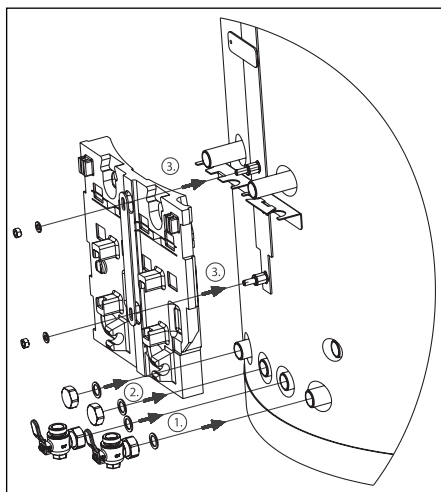

Fig. 9 Montaggio valvole a sfera e isolamento circuiti di riscaldamento
- Collegare con guarnizioni le valvole a sfera G1 al lato destro del serbatoio (Fig. 9 punto 1)
- Collegare i tubi corrugati metallici di lunghezza  $L=40$  mm con le guarnizioni al gruppo del circuito di riscaldamento (Fig. 9 punto 1). In seguito aganciare il gruppo al supporto (Punto 2), posizionare la lamiera di sicurezza e fissarla al supporto (Punto 3)